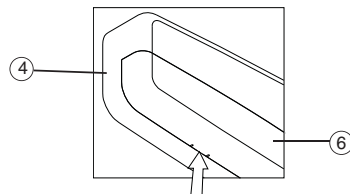

Figure 2
2. Retirer la plaque de montage (1) du boîtier (4) en enlevant les deux fleurons (5) avec un tournevis à tête cruciforme. Montage La plaque est préparée en usine pour une installation aux boîtes de jonction rondes ou octogonales. (Voir fig. 2) Pour l'installer à une boîte de jonction rectangulaire et verticale, il faut ajuster la plaque de montage (1). Retirer les deux vis (2) de 1/2 po de la plaque de montage (1). Faire pivoter la plaque arrière (1) de 90° et resserrer les deux vis de 1/2 po (2) (Voir fig. 3)
1. Remove fixture components and parts pack(s). Check that all parts are included. **See Page 2.** Remove diffuser (6) from housing assembly (4) by gently pressing tabs on bottom of diffuser and lift from housing. See Fig 2.
2. Remove Mounting Plate (1) from Housing (4) by removing the two finials (5) with phillips screwdriver. Mounting Plate is installed from factory for installation to round or octagon or horizontal rectangle junction boxes- See Fig 2. For installation to vertical rectangle junction boxes- Mounting Plate (1) will need to be adjusted. Remove two 1/2" screws (2) from Mounting Plate (1). Rotate backplate (1) 90 degrees and reinstall (2) 1/2" screws (2)- See Fig. 3
1. Saque los componentes del luminario y paquete(s) de piezas. Compruebe que todas las piezas estén incluidas. **Vea Fig 2.** Retire el difusor (6) del montaje presionando suavemente la lengüeta en la parte inferior del difusor y levántelo de la caja.
2. Para retirar la placa de montaje (1) de la carcasa (4), quite los dos remates (5) con un destornillador Phillips. La placa de montaje se instala en la fábrica para la instalación de las cajas de unión octogonales o redondas. Consulte la Fig. 2. Para instalar las cajas de unión rectangular vertical, se debe ajustar la placa de montaje (1). Retire dos tornillos de 1/2 in (2) de la placa de montaje (1). Gire la placa posterior (1) 90 grados y vuelva a instalar (2) tornillos de 1/2 in (2). Consulte la Fig. 3